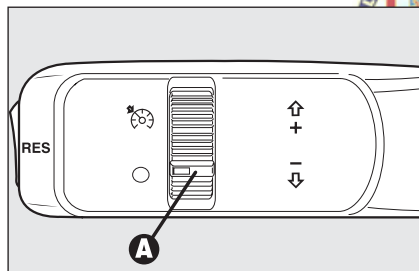

fig. 57
Ruotare la ghiera **A-fig. 57** su .
- ☐ ruotare la ghiera **A-fig. 57** su e premendo il pedale dell'acceleratore portare la vettura alla velocità desiderata;
- ❑ ruotando la ghiera **A-fig. 57** su **O**;
In caso di funzionamento difettoso od avaria del dispositivo, ruotare la ghiera A-fig. 57 su O e rivolgersi alla ai Servizi Autorizzati Alfa Romeo dopo aver verificato l'integrità del fusibile di protezione.